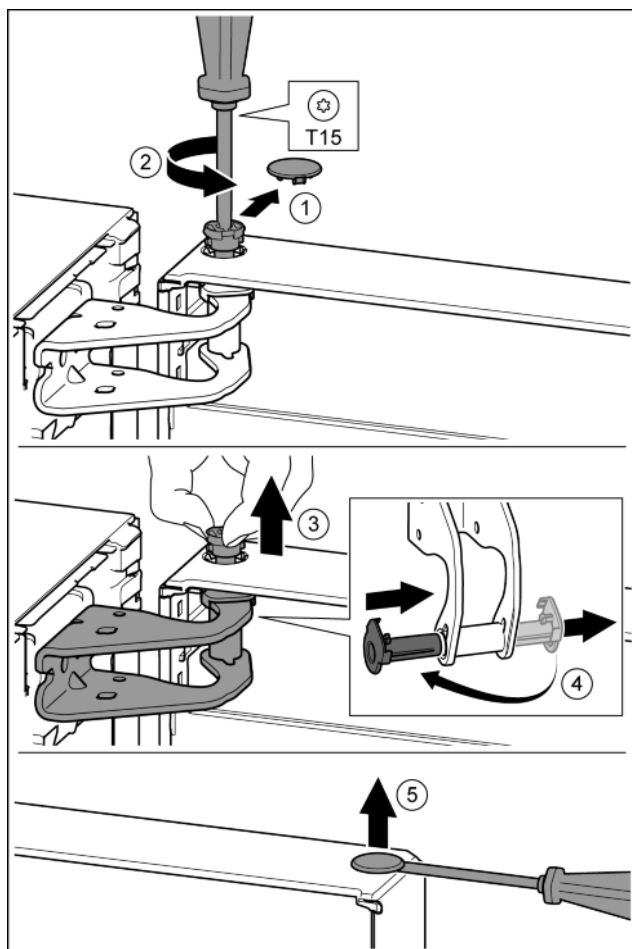

Fig. 11
- Enlever délicatement le cache de sécurité. *Fig. 11 (1)*
- Dévisser légèrement le boulon avec un tournevis T15. *Fig. 11 (2)*
- Tenir fermement la porte et sortir le boulon avec les doigts. *Fig. 11 (3)*
- Tirer la douille de palier en dehors du guide. La mettre de l'autre côté et l'enclencher. *Fig. 11 (4)*
- Soulever délicatement le bouchon en dehors de la douille de palier de porte avec un tournevis plat et le sortir. *Fig. 11 (5)*